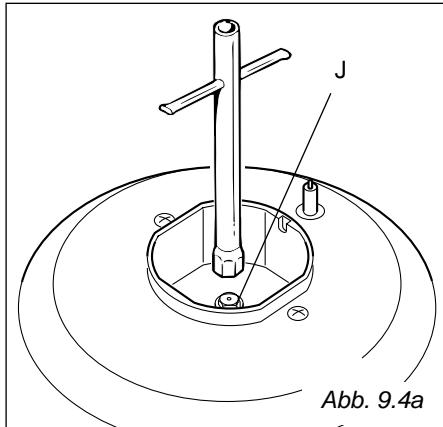

Abb. 9.4a
- Mit einem Maulschlüssel die Düsen "J" (Abb. 9.4a, 9.4b) mit den für das verwendete Gas geeigneten Düsen auswechseln (siehe Tabelle zur Wahl der Düsen).